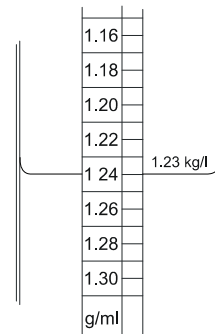

Figura 5-8. Medición de la gravedad específica del electrolito
- Leer los valores como se indica en la Figura 5-8.